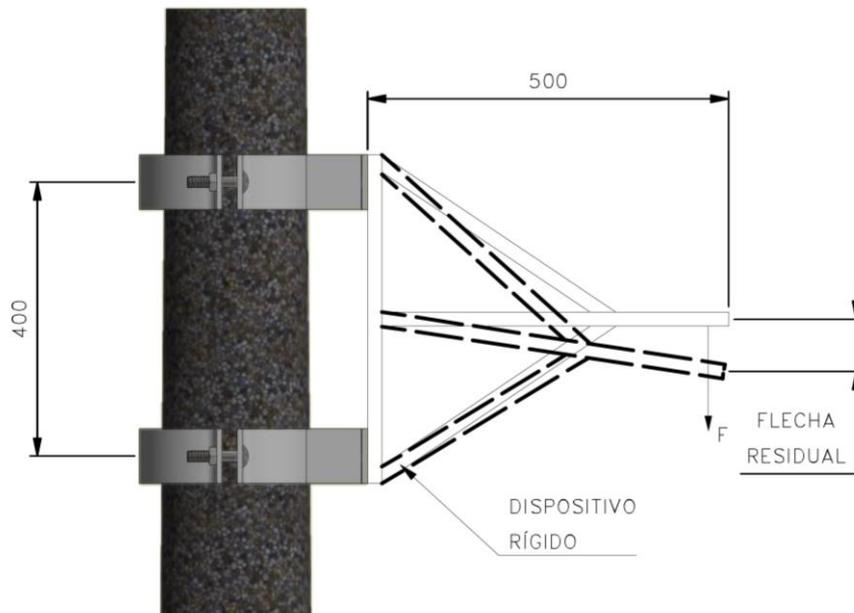

Figura 5 – Detalhe para Ensaio
- O par de suportes, corretamente instalado, deve suportar um esforço mínimo F de 1500 daN, podendo apresentar uma flecha residual máxima de 20 mm e um esforço de tração F de 3000 daN, sem ruptura, quando ensaiado de acordo com o indicado na Figura 5;